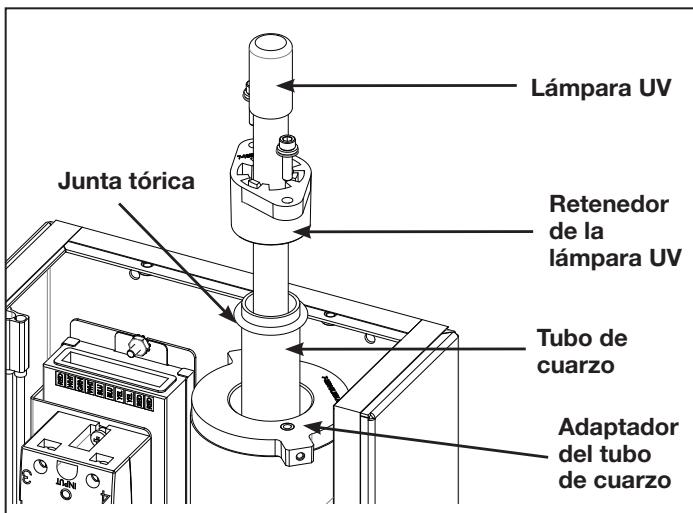

Figura 8. Extracción de la lámpara y el tubo de cuarzo
Siga las instrucciones que figuran debajo para reemplazar la lámpara UV y consulte la Figura 8.
4. Sujete los cables de la lámpara UV y tire suavemente hasta que la parte superior de la lámpara UV pase las pestañas del retenedor de la lámpara. Consulte la Figura 8.